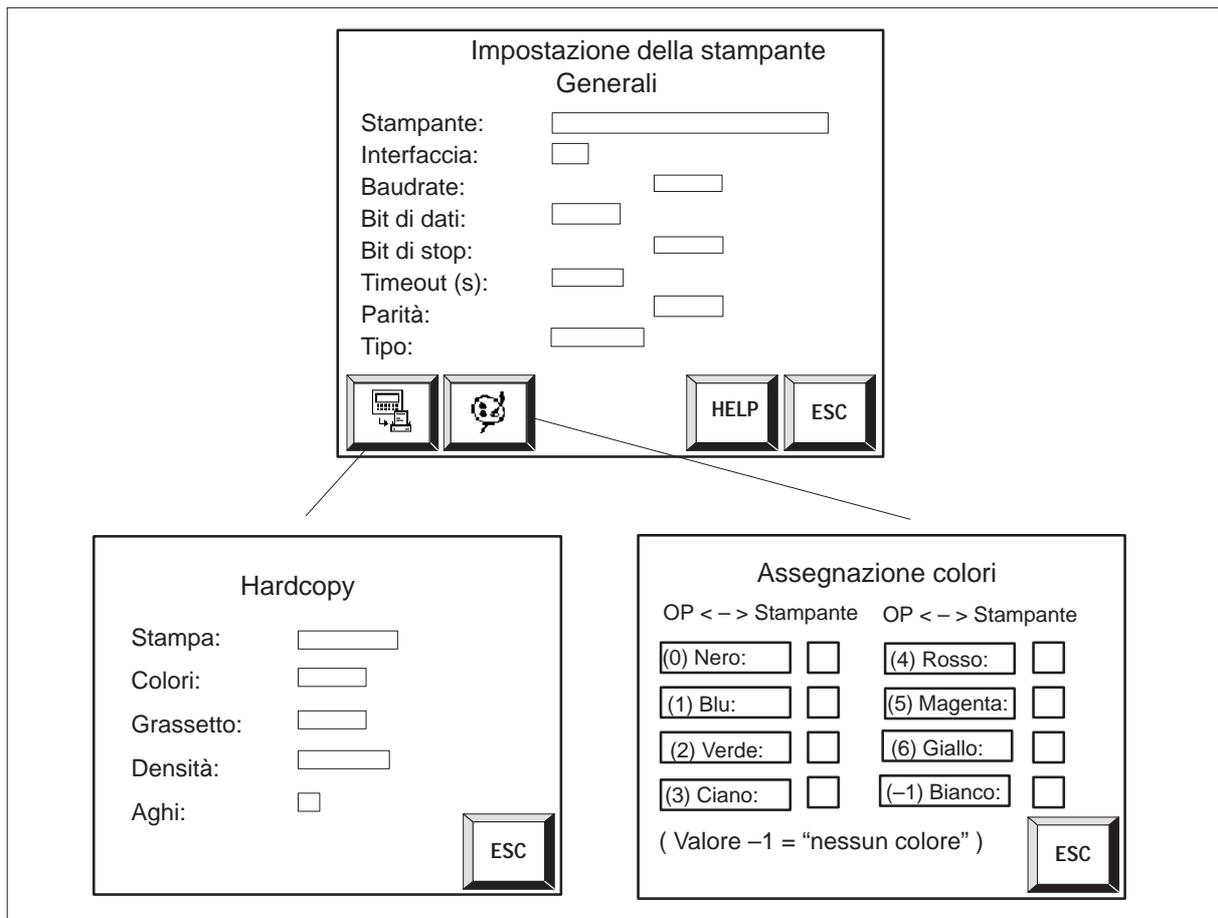

Figura 7-1 Pagina standard per l'impostazione della stampante (esempio TP27-6)
- con il TP27-6 nella pagina standard *Impostazioni della stampante generali*, *Hardcopy* e *Assegnazione colori* (figura 7-1),